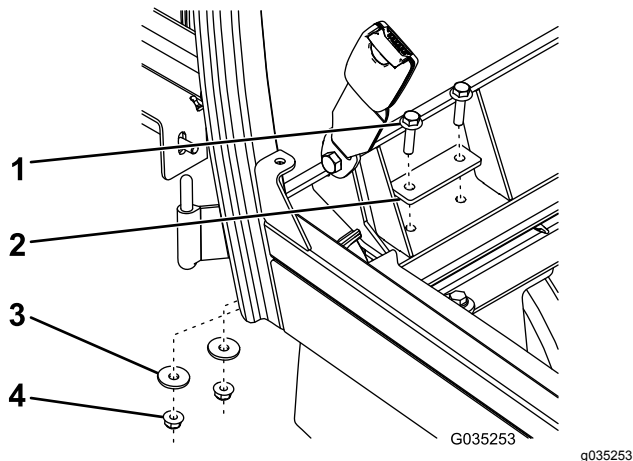

Figur 12
6. Montera hyttramens sidor på maskinen med sex sexkantsskruvar ( $\frac{3}{8}$  x  $1\frac{1}{4}$  tum), sex brickor ( $\frac{3}{8}$  tum) och sex flänsmuttrar ( $\frac{3}{8}$  tum) enligt (Figur 12).